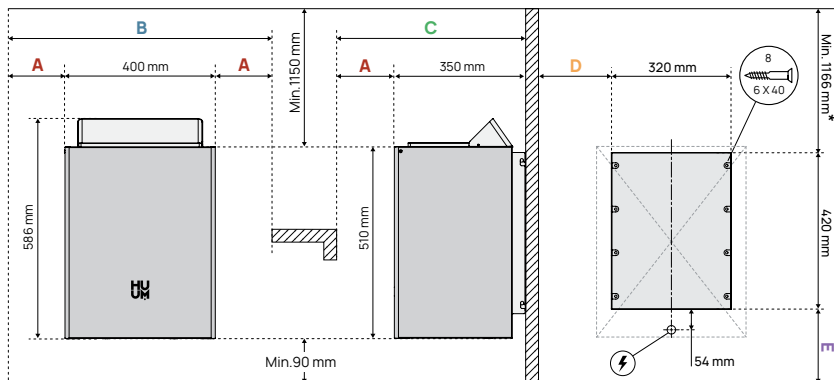

Figure 2. Positionnement du HUUM CORE Wall.
- L'ouverture pour le câble d'alimentation est située à l'arrière du chauffage. La position exacte du câble sur le mur est mesurée par rapport à la plaque de montage du chauffage et a été indiquée à la **Figure 2 - 5**.